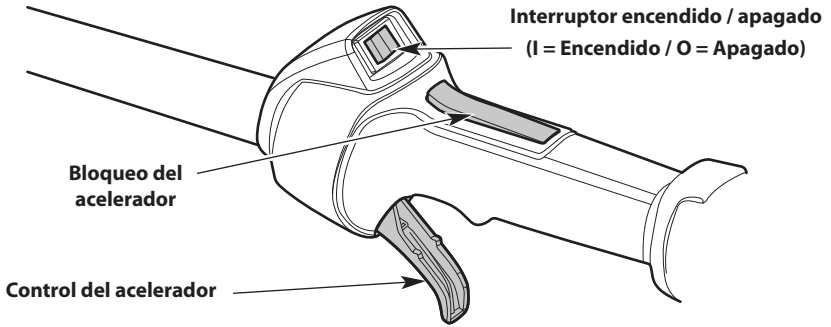

Fig. 10
**NOTA:** No es necesario encender la unidad. El interruptor de encendido/apagado está en la posición **Encendido (I)** en todo momento (Fig. 10).
4. Oprima y mantenga el bloqueo de acelerador. Apriete y mantenga oprimido el control del acelerador (Fig. 10).
2. Oprima y mantenga apretado el interruptor de encendido/apagado en la posición **Apagado (O)** hasta que el motor se pare por completo (Fig. 10).